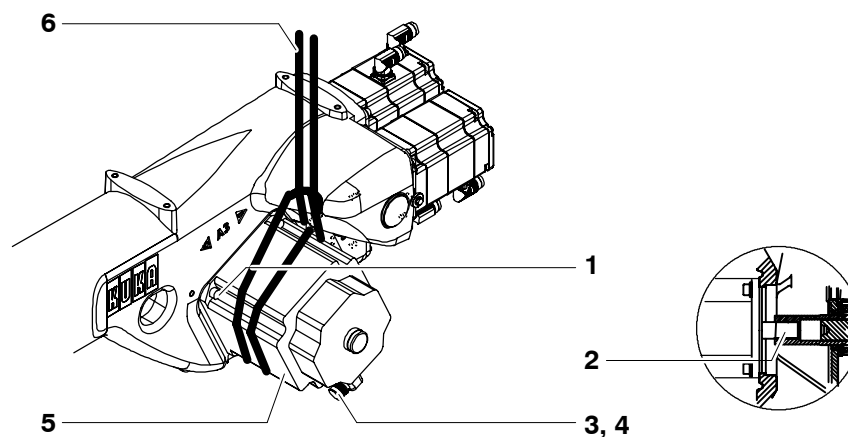

Fig. 112 Démontage et montage de l'entraînement de l'axe majeur A3
- (2) Desserrer les quatre vis à six pans creux (Fig. 112/1) sans néanmoins les dévisser.
- (3) Bloquer l'entraînement de l'axe majeur A3 (5) avec le dispositif de levage (6).
- (4) Desserrer et retirer les connecteurs XM3 et XP3-L aux connecteurs femelles (3, 4).
- (1) Le cas échéant, procéder à la déconservation du nouvel entraînement de l'axe majeur A3.
- (2) Avant le montage, nettoyer les dents du servomoteur à courant triphasé (Fig. 112/2) et du réducteur, les contrôler, puis les enduire légèrement mais sur toute la surface avec du Microlube GL 261. Remplacer les pièces endommagées.
- (3) Monter l'entraînement de l'axe majeur A3 (5) avec le dispositif de levage (6).